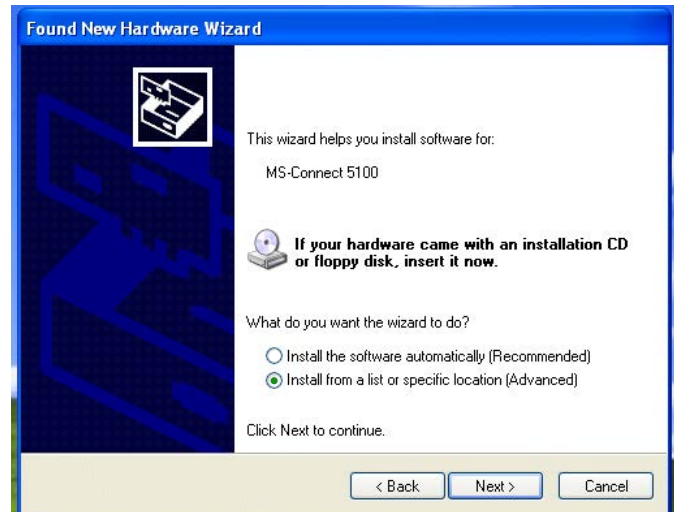

FIG. 15 : Chargement du logiciel à partir d'un emplacement spécifique
3. La FIG. 15 s'affiche. Insérez le CD dans le lecteur de CD-ROM de votre ordinateur. Sélectionnez « Installer le logiciel à partir d'une liste ou d'un emplacement spécifique », puis cliquez sur Suivant. L'emplacement du programme est C:\Program Files\Graco\GracoConfig\Device.